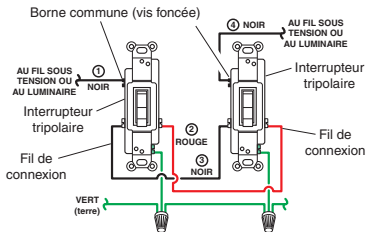
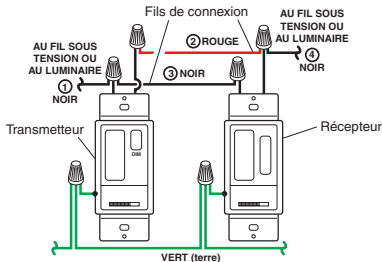

Figure 1 - Câblage à trois voies typique
Figure 2 - Câblage de l'interrupteur mural à trois voies
3. Retirez la plaque murale et l'interrupteur existant. Étiquetez les fils sur l'interrupteur existant selon le schéma de la Figure 1. *Note* : Le câblage à trois voies typique est illustré. Le câblage et la couleur des fils peuvent varier.
- Connectez les fils de l'émetteur de l'interrupteur mural à trois voies aux fils dans la boîte de jonction tel qu'indiqué à la Figure 2. Utilisez les connecteurs de fils fournis pour fixer les fils (voir Figure 2). *Note* : L'un ou l'autre des fils noirs du transmetteur peut être raccordé au fil sous tension (luminaire) ou au fil de connexion.
IMPORTANT : Identifiez les fils de l'interrupteur tripolaire existant conformément au diagramme de la Figure 1. Référez-vous à la Figure 2 ci-dessous pour savoir comment connecter les fils du récepteur de l'interrupteur mural aux fils existants.